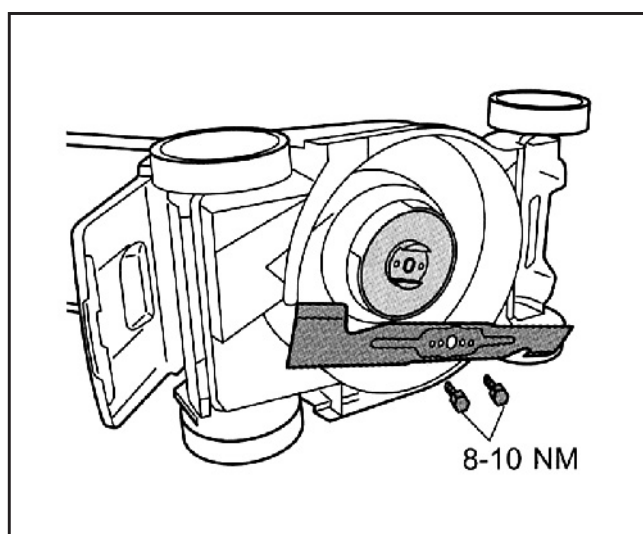

Fig. 20
- Avec une clé de 10 mm (modèles N34M et N37M) ou de 13 mm (modèle N40M), retirez les vis de fixation de la lame (Fig. 20).
- Con una llave de 10 mm (modelos N34M y N37M), o de 13 mm (modelo N40M) quite los tornillos de fijación de la cuchilla (fig. 20).
- Com uma chave de 10 mm (modelos N34M et N37M) ou de 13 mm (modelo N40M), retire os parafusos de fixação da lâmina (Fig. 20)